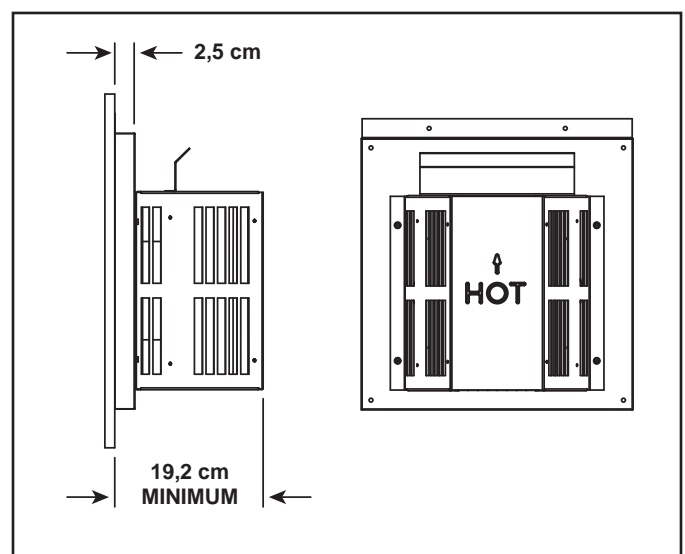

Abbildung 10.17 Mündungselement
- Die Hitzeschilde am feuerfesten Wandschutz und am horizontalen Mündungselement dürfen NICHT entfernt werden (siehe Abbildung 10.17).
Der Hitzeschild ist in zwei Abschnitte unterteilt. Einer der Abschnitte ist werkseitig mit dem feuerfesten Wandschutz verbunden. Der andere Abschnitt ist werkseitig mit dem Mündungselement verbunden. Siehe Abbildung 10.17.